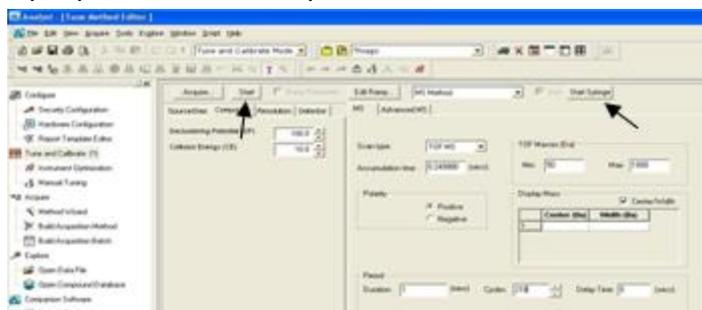

Figura 5. Tela para calibração manual (*Start Syringe*).
1.3.19. Após ajustar todos estes parâmetros clique no botão *Start Syringe* (Figura 5). A amostra será injetada no espectrômetro, aguarde um minuto para garantir que a solução chegue à fonte de ionização.